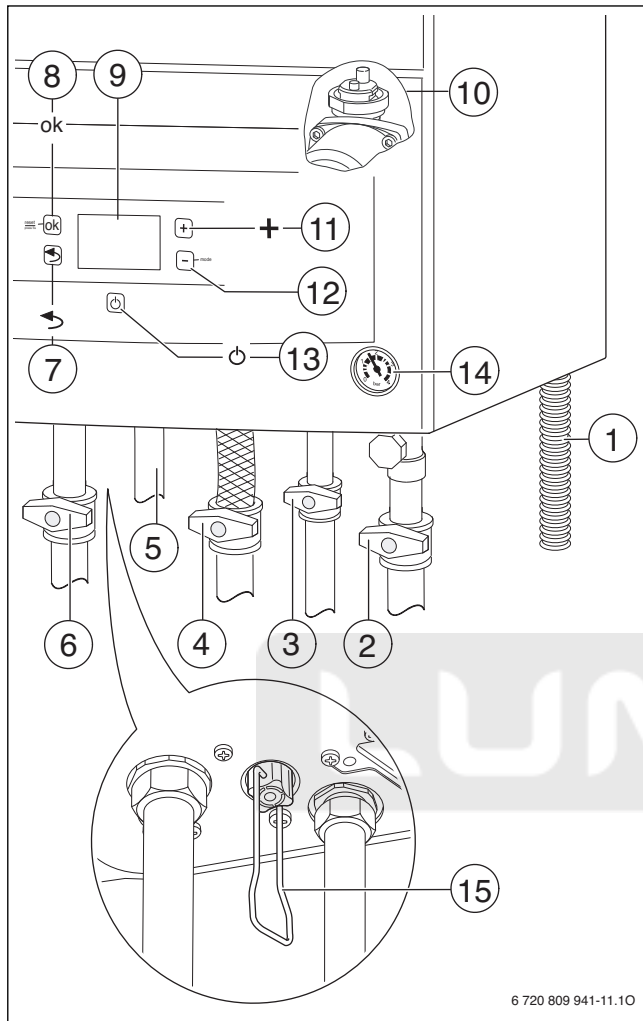

Рис. 26
- ▶ Откройте кран холодной воды (→ рис. 26, [3]).
- ▶ Откройте краны подающей и обратной линий отопления (→ рис. 26, [6] и [2], стр. 19).
- ▶ Откройте газовый кран (→ рис. 26, [4]).